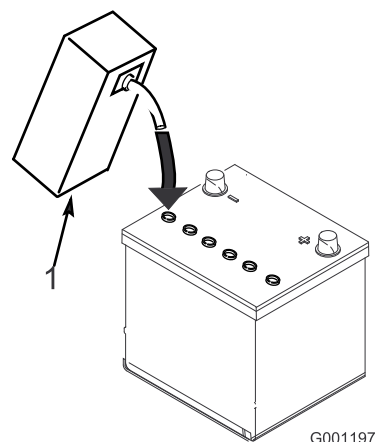

Figura 10
3. Encha cuidadosamente cada célula com eletrólito até as placas estarem cobertas com cerca de 6 mm de fluido (Figura 10).
Nota: Se necessário, volte colocar eletrólito até ficar cerca de 6 mm do fundo do depósito de enchimento (Figura 10).